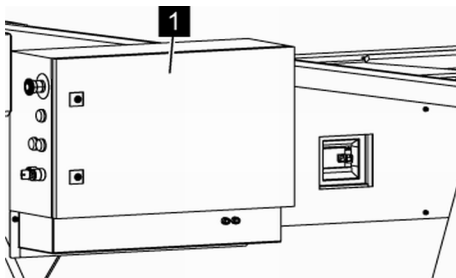

Fig. 174: Ouvrir la porte du boîtier de commande
- ➔ Ouvrir la porte du boîtier de commande (Voir la Fig. 174/1) avec la clé à double panneton fournie (☞ Chapitre 4.7.1 « Clés » à la page 70).